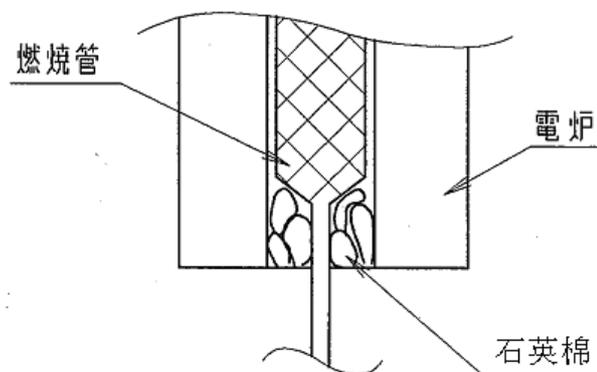

图4.2 燃烧管下部
- 5) 在电炉安装燃烧管用孔的下部空间（燃烧管细管部的周围），用石英棉填充，尽量不使炉内的热量逸向外部。（参考图 4.2）